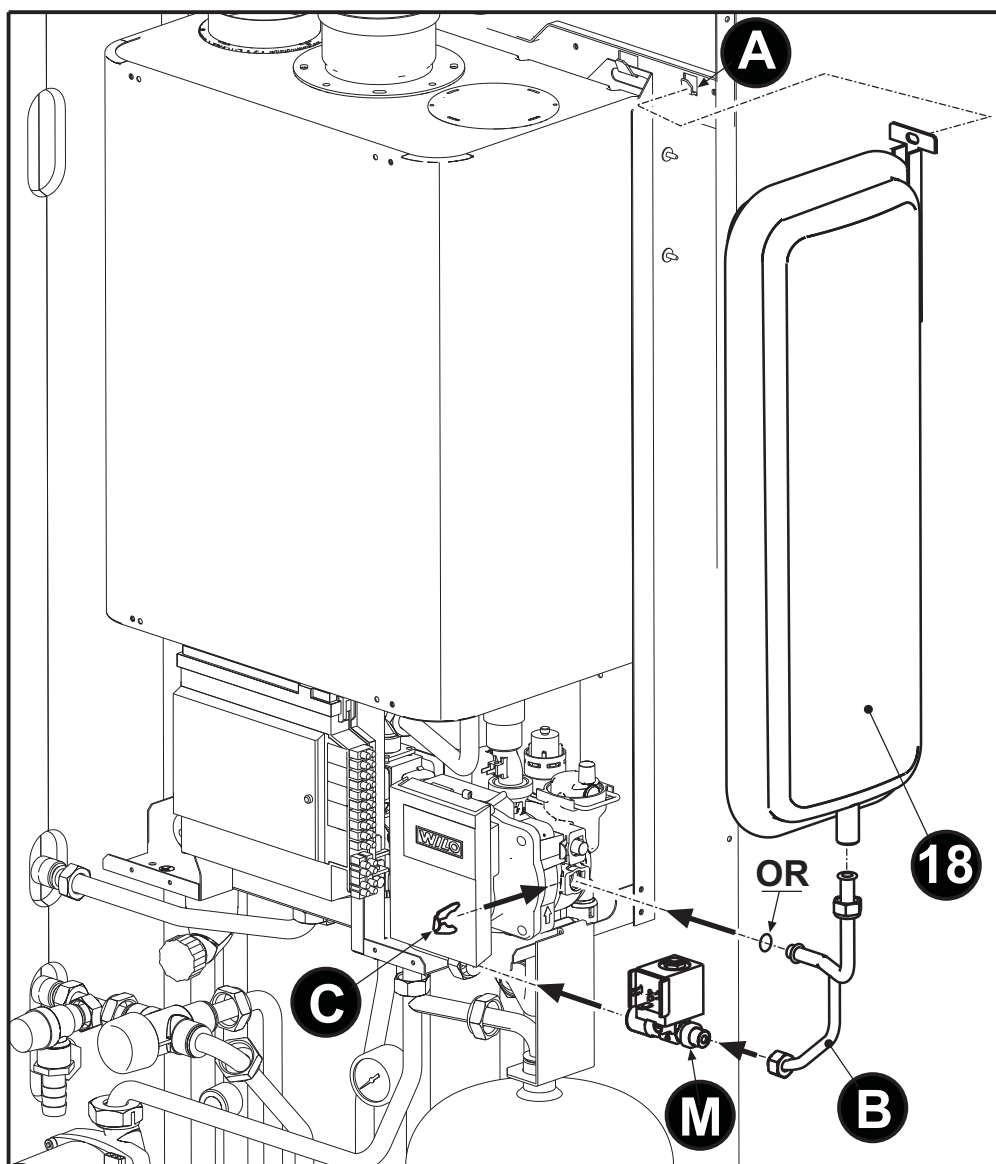

fig. 38
- Agganciare alla apposita staffa interna (**A** - fig. 38) il vaso di espansione “**18**”. Collegare il tubo “**B**” alla pompa e successivamente il vaso di espansione e l’elettrovalvola “**M**” verificando di inserire a fondo la molletta di fissaggio (**C** - fig. 38) sulla pompa.